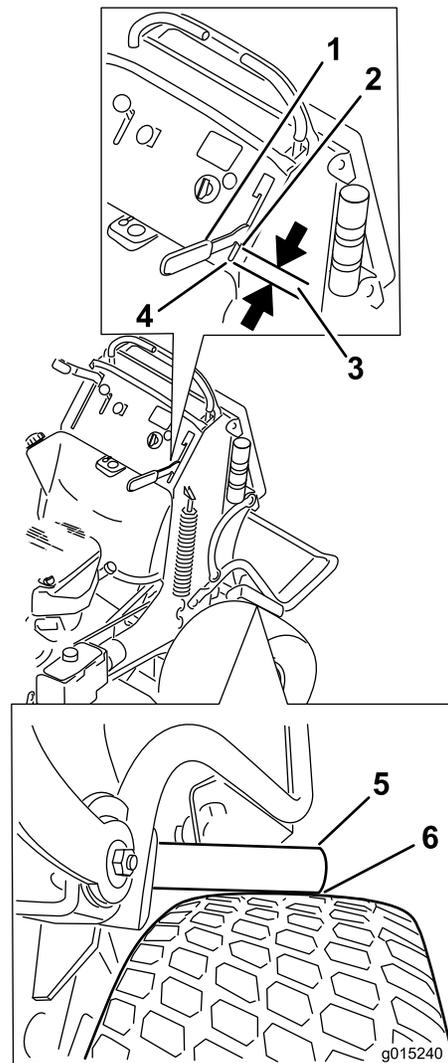

Figura 65
4. Accione la palanca del freno hasta que las barras de freno apenas entren en contacto con el neumático (Figura 65).
5. Mida la distancia que hay entre el borde delantero de la palanca de mano y el final de la ranura del panel de control cuando la barra de freno empieza a tocar el neumático. Esta distancia debe ser de 19 mm (3/4 pulgada). Ajuste el freno si es necesario (Figura 65).